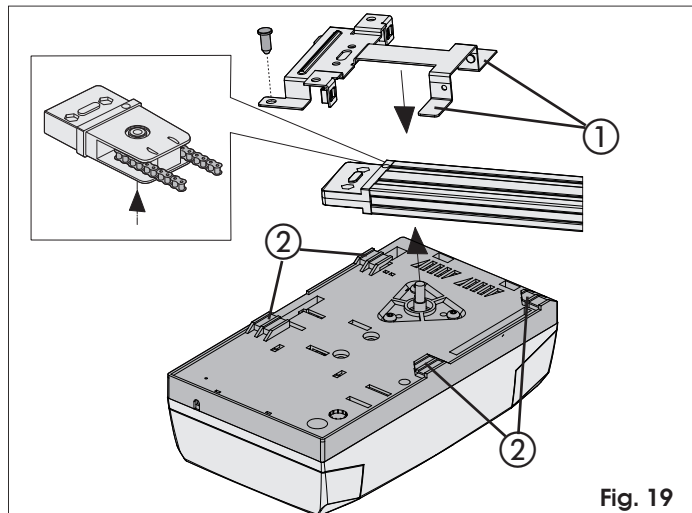
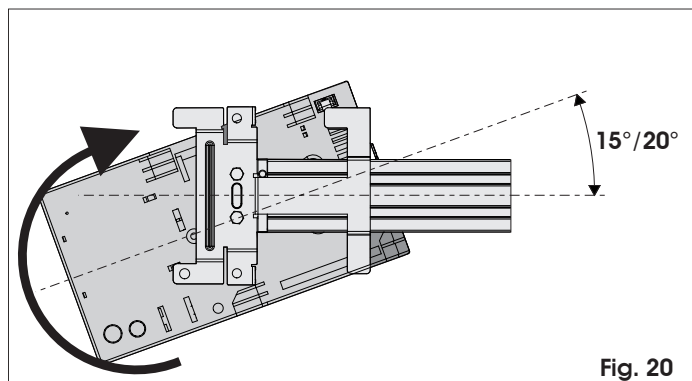
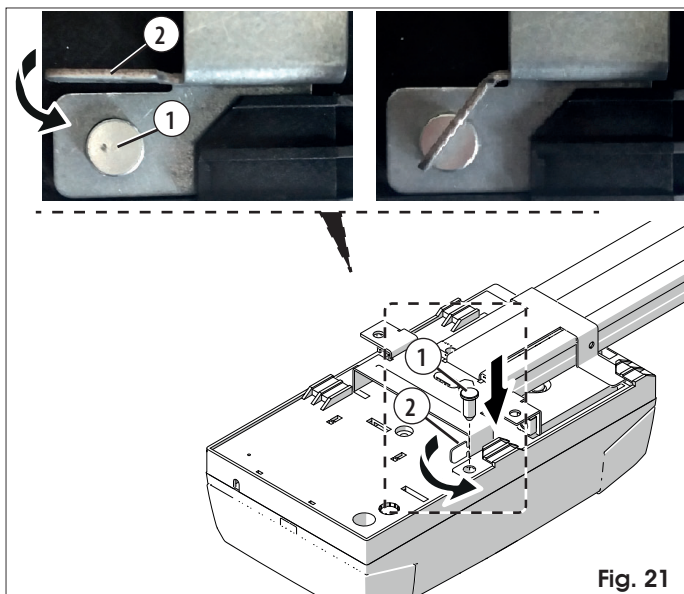

Fig. 19
Fig. 20
Fig. 21
- 1) Tenendo inclinato di 15°/20° l'operatore (Fig. 20), inserire l'alberino del motoriduttore nell'innesto presente nell'attacco posteriore della guida di scorrimento e avvicinare le alette (Fig. 19 rif. ①) alle sedi sul fondo della base dell'operatore (Fig. 19 rif. ②).
- 2) Ruotare l'operatore nel senso di Fig. 20 fino a raggiungere la posizione di Fig. 21.
- 3) Inserire il perno di sicurezza (Fig. 21 rif. ①). Piegare la linguetta di fissaggio (rif. ②).